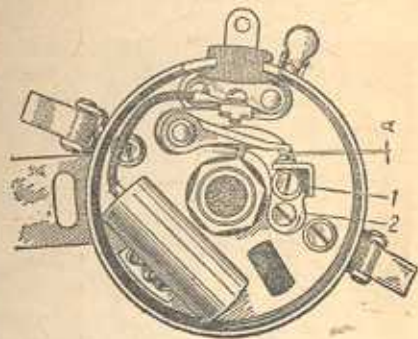

Рис. 27. Регулировка зазора между контактами прерывателя:
4. Ослабь затяжку зажимного винта 1 и, вращая регулировочный винт 2 (рис. 27), установи зазор А в 0,5 мм.